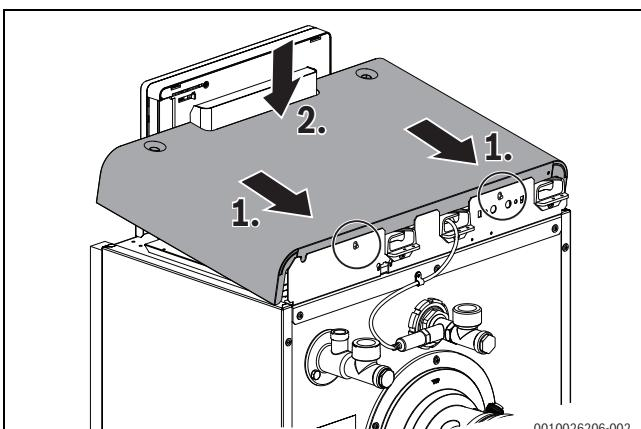

Bild 24 Kesselhaube montieren
- Kesselhaube mit den Pins in die Rückwand einsetzen und nach unten klappen (→ Bild 24)